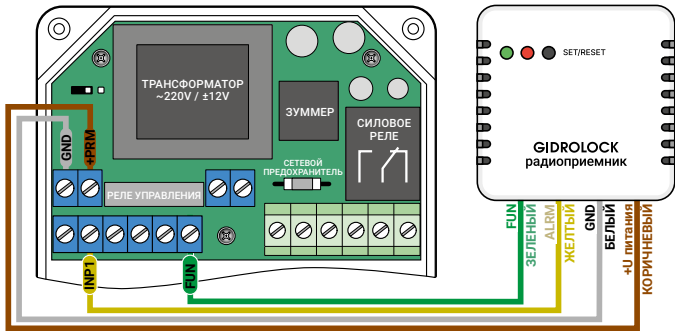

Рис. 3. Схема подключения радиоприемника к блоку управления GIDROLOCK STANDARD
- к блоку управления GIDROLOCK STANDARD – рис. 3;